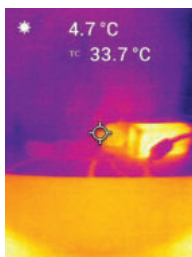

Figura 5.4 Lettura della temperatura della termocoppia (in questo esempio 33,7°C)
3. Toccare con la punta della sonda della termocoppia la superficie dell'oggetto in questione a test o tenere la sonda in aria. Leggere il valore della temperatura sul display accanto all'etichetta "TC"; vedere la **Figura 5.4**.